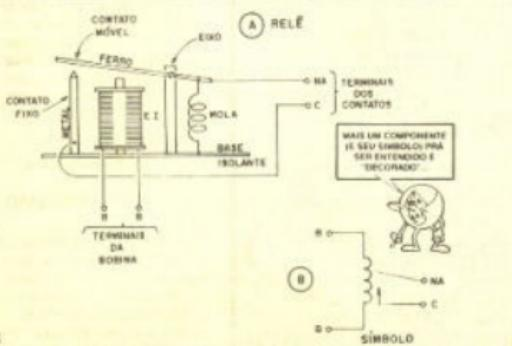

Fig.15
- FIG. 15-A - Sobre uma base isolante e feita de material não sensível ao magnetismo (plástico, fibra de vidro, etc.) um eletroimã é fixado e posicionado de modo que, ao receber corrente elétrica na conveniente intensidade (via terminais da bobina, B-B'), na figura), a magnetização do seu núcleo
- FIG. 15-B - Símbolo que representa o relé nos esquemas de circuitos e aplicações. Notar que a estilização guarda bastante semelhança com o "jeitão" do relé real, suas partes elétricas e mecânicas simbolizadas com clareza e lógica...